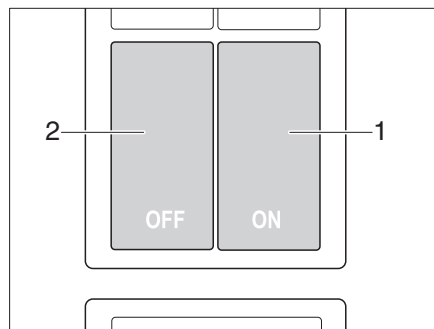

Fig. 117 Interruttore per la chiusura centralizzata del blocco cucina
Il blocco cucina è dotato di una chiusura centralizzata. Gli sportelli e i cassetti del blocco cucina possono essere bloccati e sbloccati manualmente con l'interruttore (Fig. 117).
- Bloccaggio* ■ Premere l'interruttore ON (Fig. 117,1). Gli sportelli e i cassetti del blocco cucina sono bloccati.
- Sbloccaggio* ■ Premere l'interruttore OFF (Fig. 117,2). Gli sportelli e i cassetti del blocco cucina sono sbloccati.